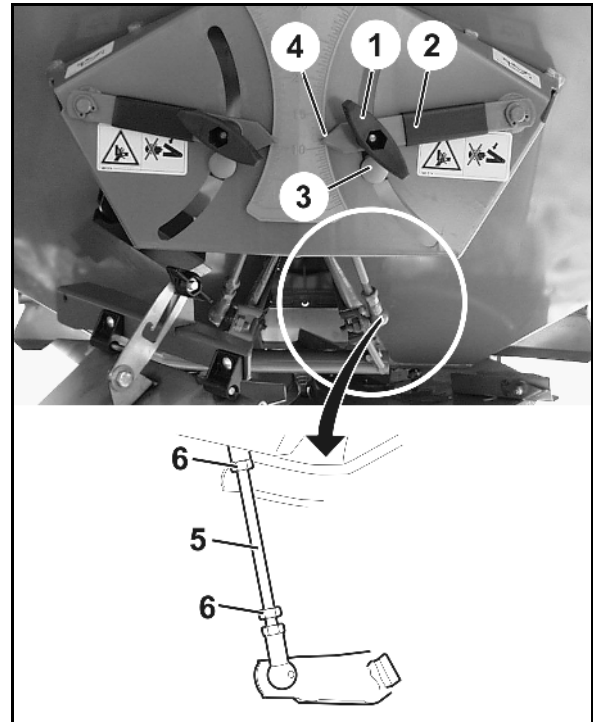

图 105
- o 调整样件 (选配 图 105/1)
2. 放入样件 (图 105/1)。